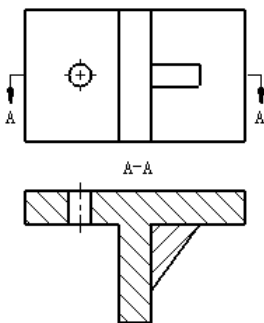
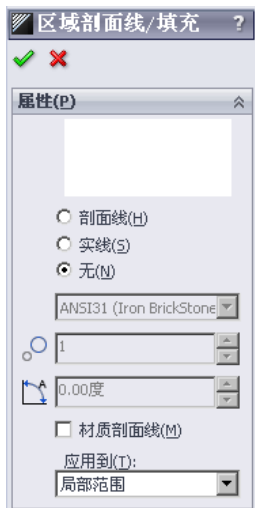
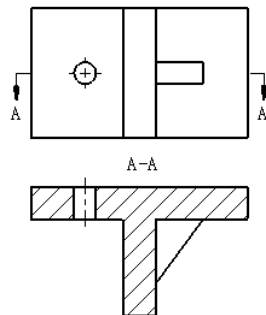

图 6.11.8 创建剖面视图
图 6.11.9 “区域剖面线/填充”对话框
图 6.11.10 完成处理
Step2. 删除替代“筋”的“拉伸”特征的剖面线。在替代“筋”的“拉伸”特征的剖面线处单击（图 6.11.8），系统弹出图 6.11.9 所示的“区域剖面线/填充”对话框。取消选中 ☐ 材质剖面线(M) 复选框，在 应用到(I): 下拉列表中选中 **局部范围** 选项，然后选中 ☐ 无(N) 单选选项，单击  按钮，完成剖面线的删除，结果如图 6.11.10 所示。